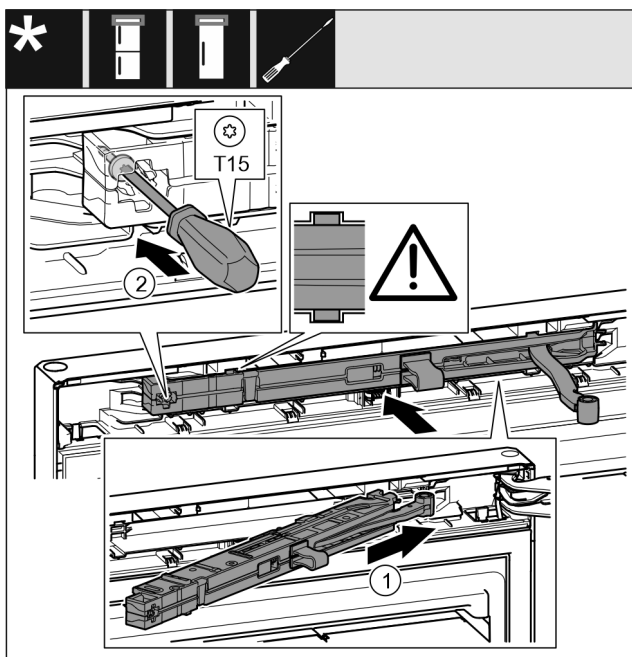

Fig. 42
- ▶ Wsunąć ukośnie amortyzator zamykania drzwi Fig. 42 (1) po stronie płytki zawiasu w zagłębienie aż do oporu.
- ▶ Przykręcić śrubę Fig. 42 (2) śrubokrętem.